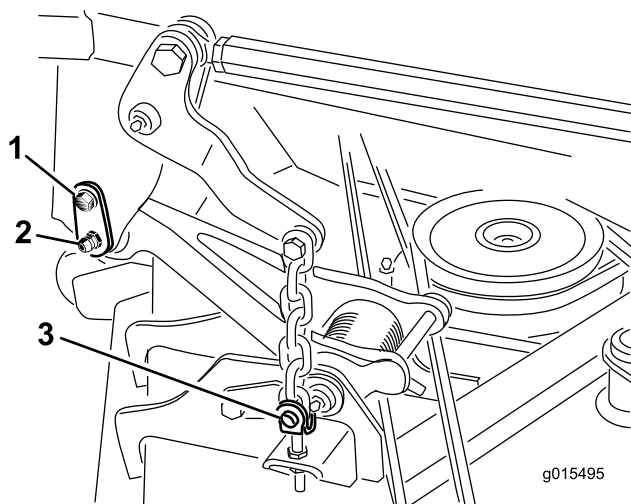

Figura 1
- Rimuovete la vite a perno che fissa il perno di ancoraggio al telaio portante (Figura 1).
8. Rimuovete i (4) perni ad anelli e i perni con testa che fissano le catene di sollevamento del piatto alle teste di regolazione sul piatto di taglio (Figura 1).